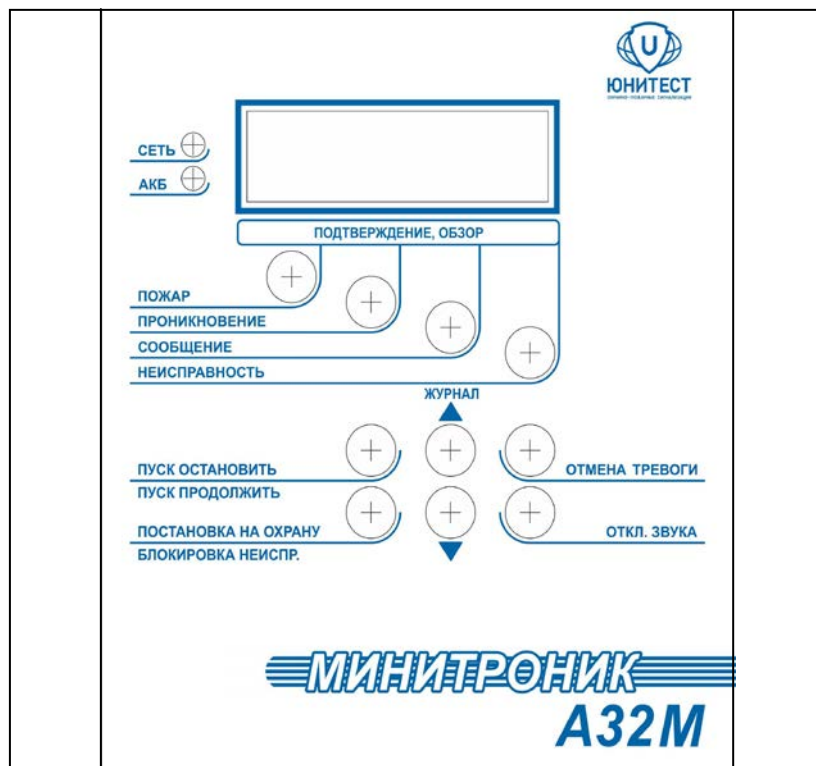

Рис.1. Внешний вид АПКП «Минитроник А32М».
1.9. Внешний вид АПКП показан на рис.1.